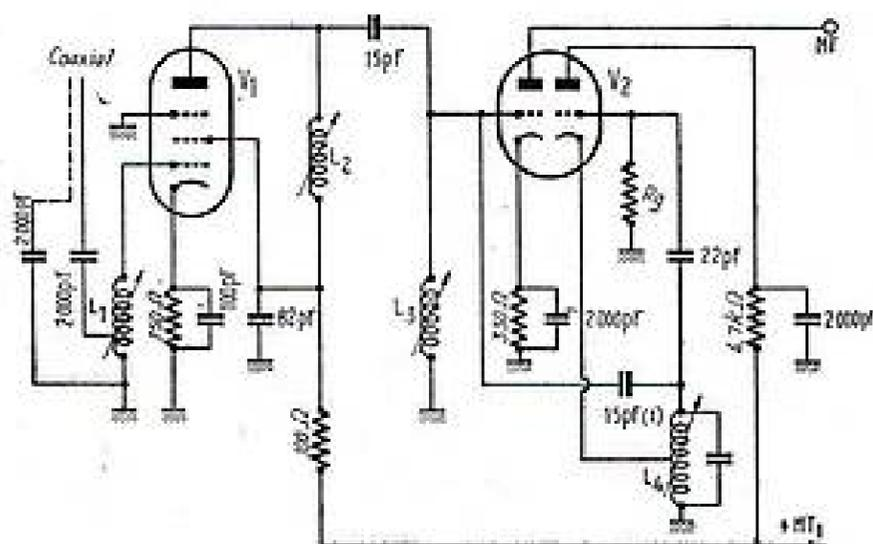

FIG. 1
La figure 1 donne le schéma de la partie HF et mélangeuse V_1 , est la pentode HF genre EF80. Amplification à circuits dipôles L_1 et L_2 . Accord par réglage de la self induction des bobines. Liaison par capacité de 15 pF. La mélangeuse ou l'oscillatrice-modulatrice est la double triode V_2 , du type ECC81 (12AT7) ou analogue. Le condensateur de 15 pF (1) effectue la liaison entre la grille oscillatrice et la grille modulatrice et permet d'appliquer à cette
Point MF : au point MF de la figure 1. Liaison moyenne fréquence.
Point + HT 1 : vers + HT 1 fig. 1.